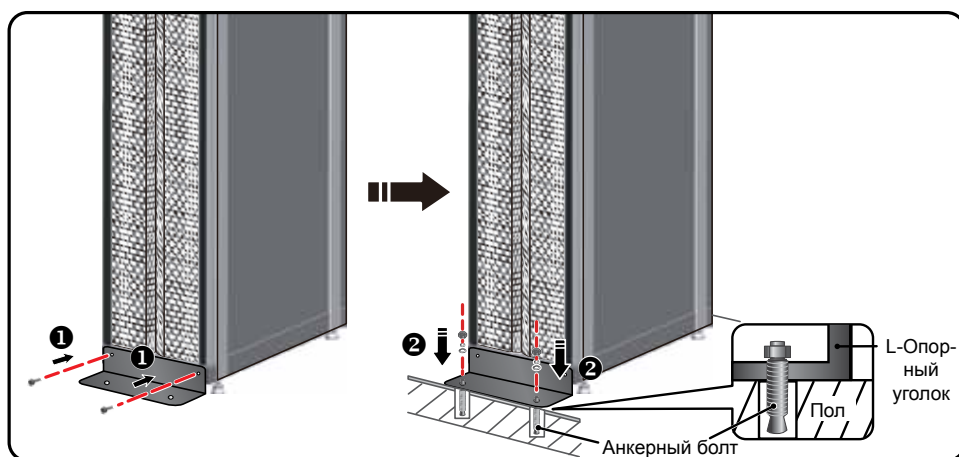

Рис. 3-8 Монтаж опорных уголков
1. Прикрепите опорный уголок двумя винтами М6 под передней дверью (выступающей частью вперёд) как показано на **Рис. 3-8**.